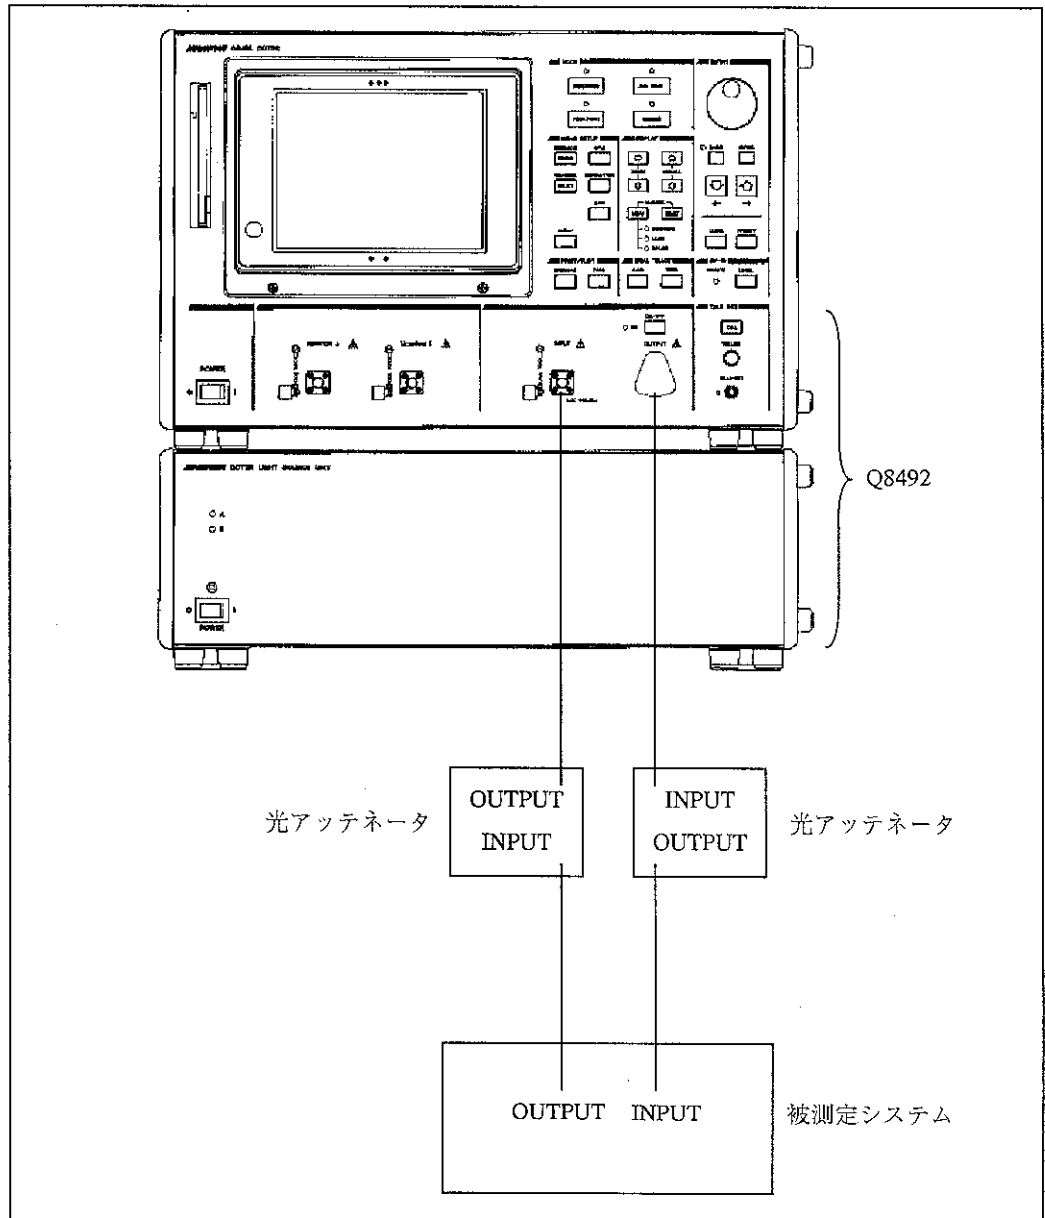

図 3-5 被測定システムとの接続 (光アッテネータを使用の場合)
- ・ 光アッテネータを使用する場合は、図 3-5 のように接続して下さい。